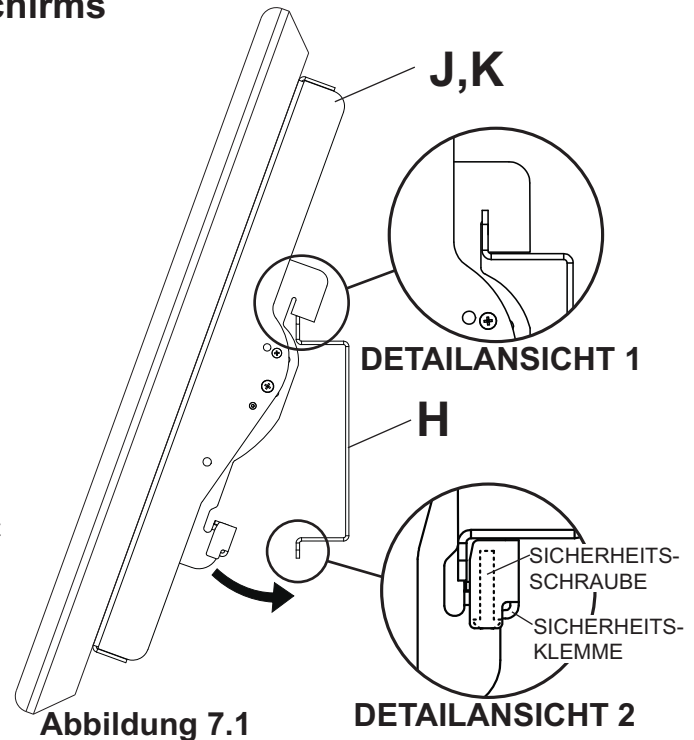

Abbildung 7.1
**Anbringung des Bildschirms:** Haken Sie die Kipphalterungen (J,K) an der Adapterplatte (H) ein und schwenken Sie den Bildschirm wie in Abbildung 7.1 dargestellt nach innen. **HINWEIS:** Falls sich die Sicherheitsklemme nicht an der Adapterplattenunterseite vorbeiführen lässt, lösen Sie die Sicherheitsschraube mit einem Inbusschlüssel (L). Die Haken der Kipphalterungen müssen ganz in die Adapterplatte eingreifen wie in Detailansicht 1 dargestellt. Ziehen Sie die Sicherheitsschraube mit einem Inbusschlüssel (L) an, bis die Sicherheitsklemme fest an der Unterseite der Adapterplatte anliegt.